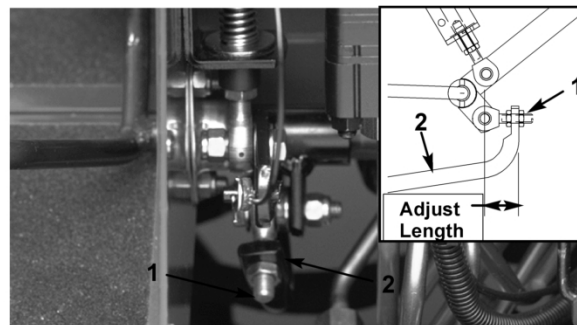

Figura 46
4. Ajuste las contratuercas del extremo de la varilla de la bomba con objeto de desplazar el tubo de control de la bomba hacia adelante para eliminar el movimiento de la máquina hacia adelante, o hacia atrás para eliminar el movimiento hacia atrás (Figura 46).